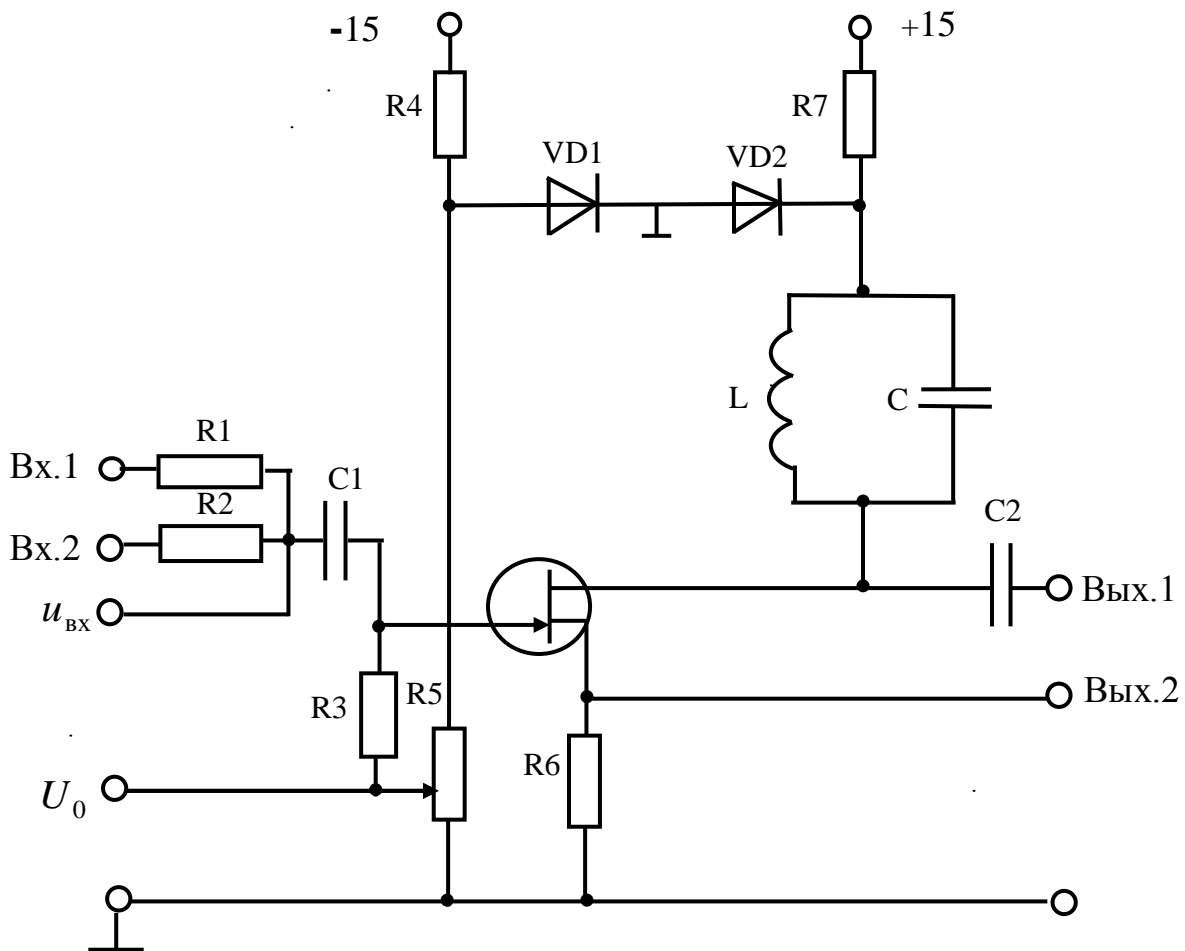
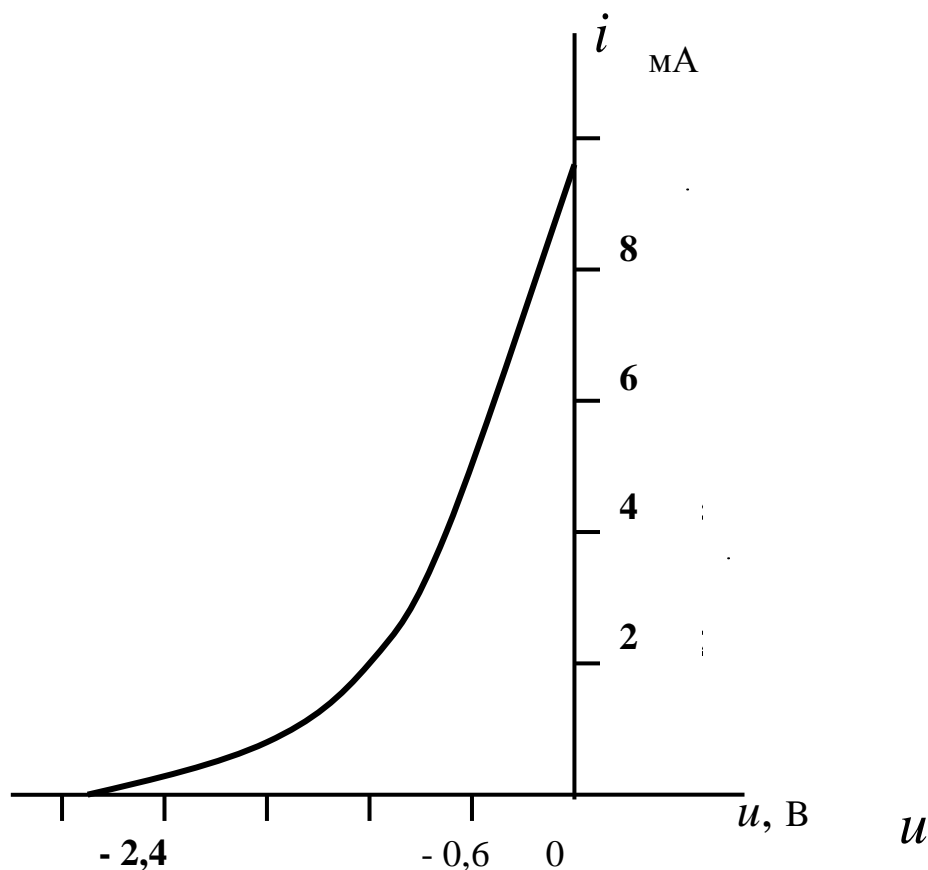

Рис. 7
Рис. 8
Лабораторный макет представляет собой резонансный усилитель, принципиальная схема которого изображена на верхней панели макета (рис. 7).
Усилитель выполнен на полевом транзисторе. Транзистор можно рассматривать как нелинейный резистивный элемент (нелинейное сопротивление). Проходная ВАХ транзистора (рис. 8) определяет зависимость между выходным током транзистора и входным напряжением.
1. На графике ВАХ (рис. 8) выбрать линейный участок. Применяя графический метод, построить временную диаграмму тока. Напряжение гармоническое.
2. На графике ВАХ (рис. 8) выбрать участок, пригодный для степенной аппроксимации. Применяя графический метод, построить временную диаграмму тока. Напряжение гармоническое.
3. На графике ВАХ (рис. 8) выбрать участок, пригодный для кусочно-линейной аппроксимации. Применяя графический метод, построить временную диаграмму тока при угле отсечки 90^0 . Напряжение гармоническое.
Лабораторный макет представляет собой резонансный усилитель, принципиальная схема которого изображена на верхней панели макета (рис. 7). Усилитель выполнен на полевом транзисторе. Проходная ВАХ транзистора приведена на рис. 8. В выходную цепь усилителя включен параллельный колебательный контур LC .